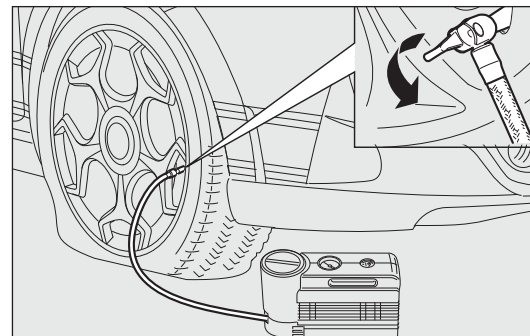

fig. 132
- ☐ après avoir conduit pendant 10 minutes environ, s'arrêter et contrôler la pression du pneu fig. 132 ; se rappeler de tirer le frein à main ;